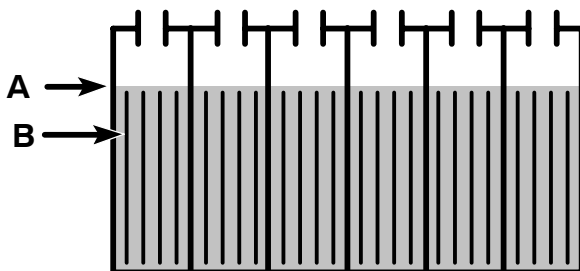

FIG. 33
Le niveau d'électrolyte (A) doit légèrement recouvrir les plaques de batteries (B). Ajoutez de l'eau distillée si nécessaire. **NE REMPLISSEZ PAS TROP**, le fluide va augmenter de volume et risque de déborder lors de la mise en charge. Remettez les bouchons sur les éléments, avant la mise en charge (Figure 33).